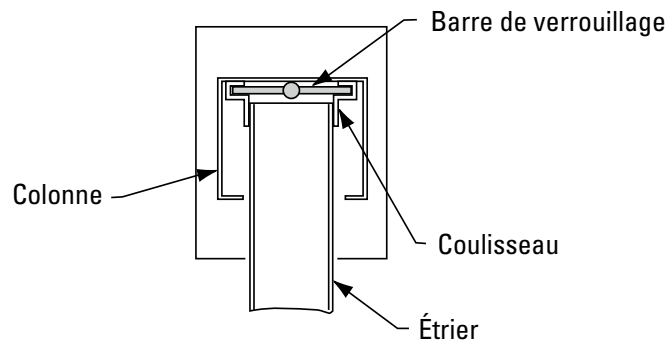

Fig. 10
- B. Déplacer la colonne vers l'étrier jusqu'à ce que les coulisseaux sont en contact avec l'arrière de la colonne, centrer l'étrier dans la colonne, Fig. 10.